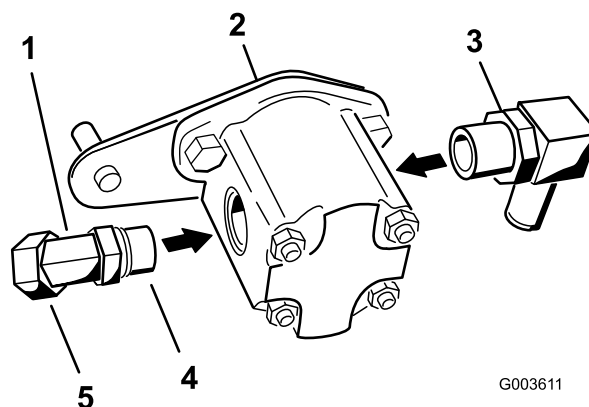

図 17
2. 45度の角エルボを油圧ポンプの側部に取り付ける（図 17）。